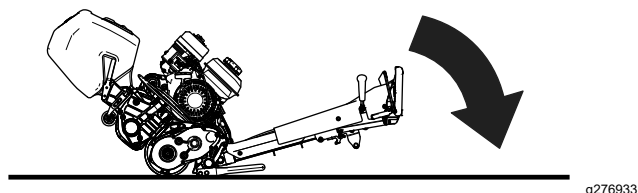

Figura 7
2. Para acceder a la unidad de corte, baje el manillar de la unidad de tracción al suelo (Figura 7).